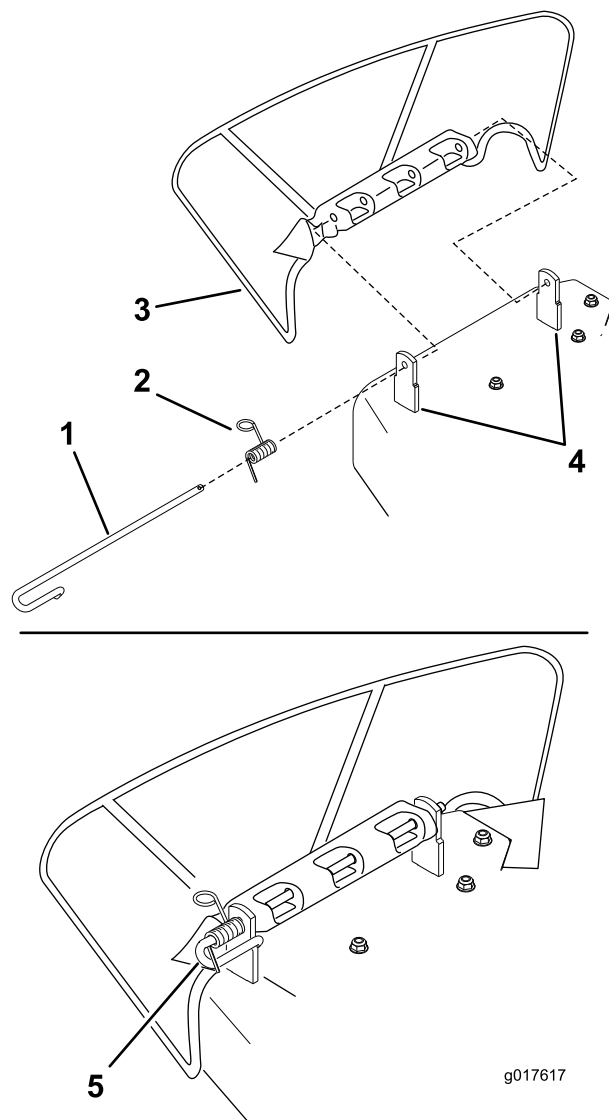

Figura 61
1. Desenganche el muelle de la muesca del soporte del deflector, y retire la varilla de los soportes soldados de carcasa, el muelle y el deflector de descarga (Figura 61).